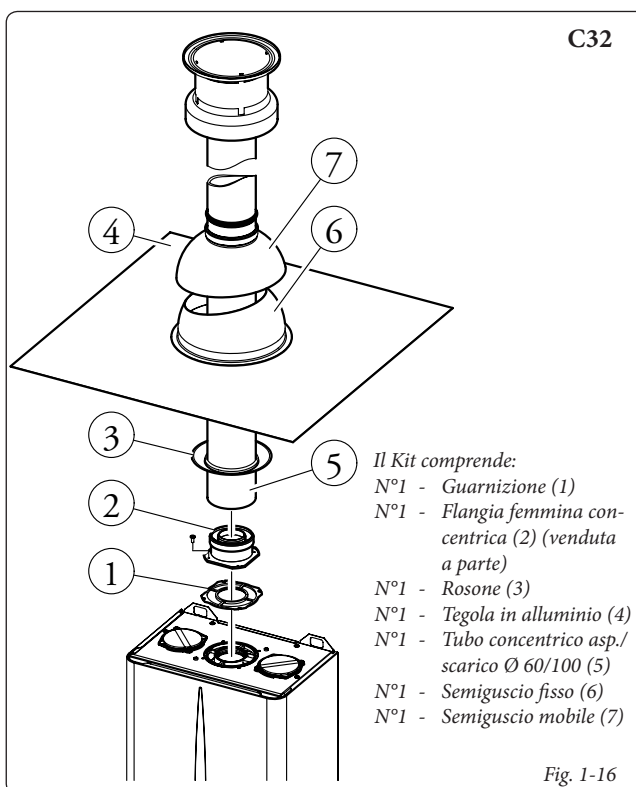

Fig. 1-16
**Kit verticale con tegola in alluminio Ø 60/100.** Montaggio kit (Fig. 1-16): installare la flangia concentrica (2) sul foro centrale dello scaldabagno interponendo la guarnizione (1) e serrare con le viti presenti nel kit. Installazione della finta tegola in alluminio. Sostituire alle tegole la lastra in alluminio (4), sagomandola in modo da fare defluire l'acqua piovana. Posizionare sulla tegola in alluminio il semiguscio fisso (6) e inserire il tubo di aspirazione-scarico (5). Innestare il terminale concentrico Ø 60/100 con lato maschio (5) (liscio), nel lato femmina della flangia (2) (con guarnizioni a labbro) sino a portarlo in battuta, accertandosi di avere già inserito il rosone (3), in questo modo si otterrà la tenuta e la giunzione degli elementi che compongono il kit.